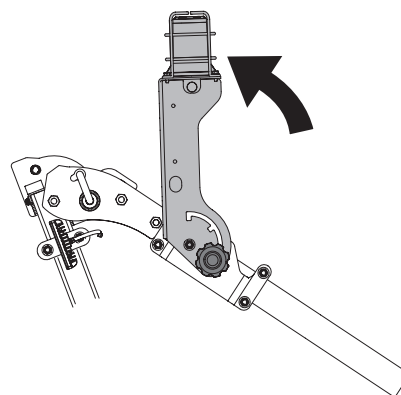
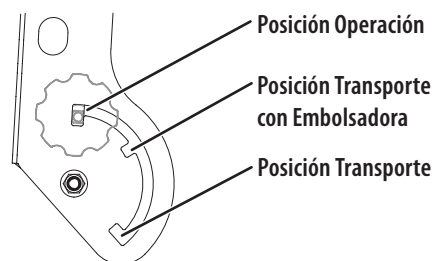

Fig. 26
Fig. 27
3. Gire el conjunto para orientar la baliza luminosa hacia arriba (Fig. 26).
NOTA: En Fig. 26 se muestra la ROPS en posición transporte. Tome nota de los ajustes utilizados para las diferentes posiciones de la baliza luminosa (Fig. 27).